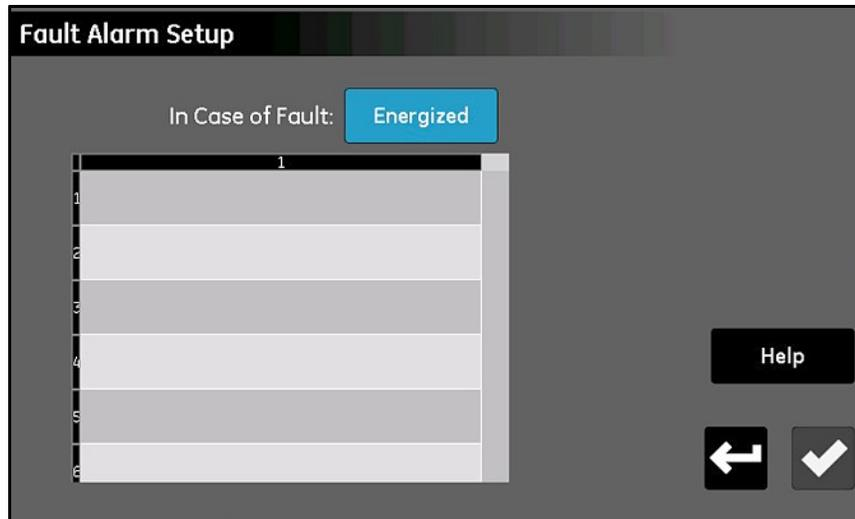

Рис. 40: Экран настройки сигнализации об ошибке
С помощью меню *Fault Alarm Setup* (Настройка сигнализации об ошибках) (см. Рис. 40 ниже) можно задать, как специальное сигнальное реле ошибок moisture.IQ будет реагировать на нарушение. При этом оно указывает источник всех текущих нарушений.
- С помощью кнопки **In Case of Fault (В случае нарушения)** можно переключаться между значениями **Energized (Питание сохраняется)** и **DeEnergized (Отключение питания)**. Это значение определяет, будет ли реле **под напряжением** или **без напряжения (безопасный режим)** при обнаружении нарушения. Источник неисправности отображается в списке ошибок на Рис. 40 выше.